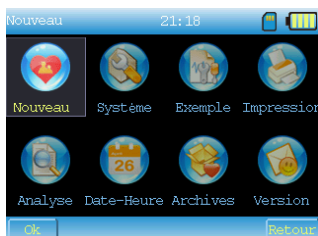

Fig. 7-5
3.  Cliquez sur cette icône ou sur la touche de menu pour accéder au menu principal, comme sur la figure 7-5.